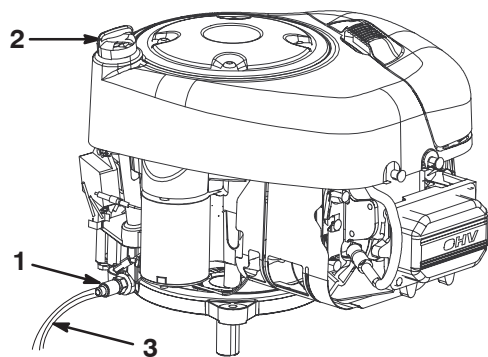

Figure 18
8. Insérez le tube de vidange dans la valve de vidange d'huile (Fig. 18).
10. Ourez la valve de vidange d'huile (Fig. 18).